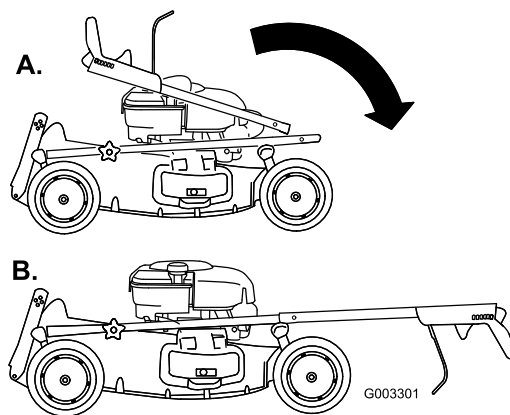

Figure 4
2. Pliez la partie supérieure du guidon en avant et placez les extrémités sur la partie inférieure de sorte que les deux parties s'adaptent parfaitement (Figure 4).